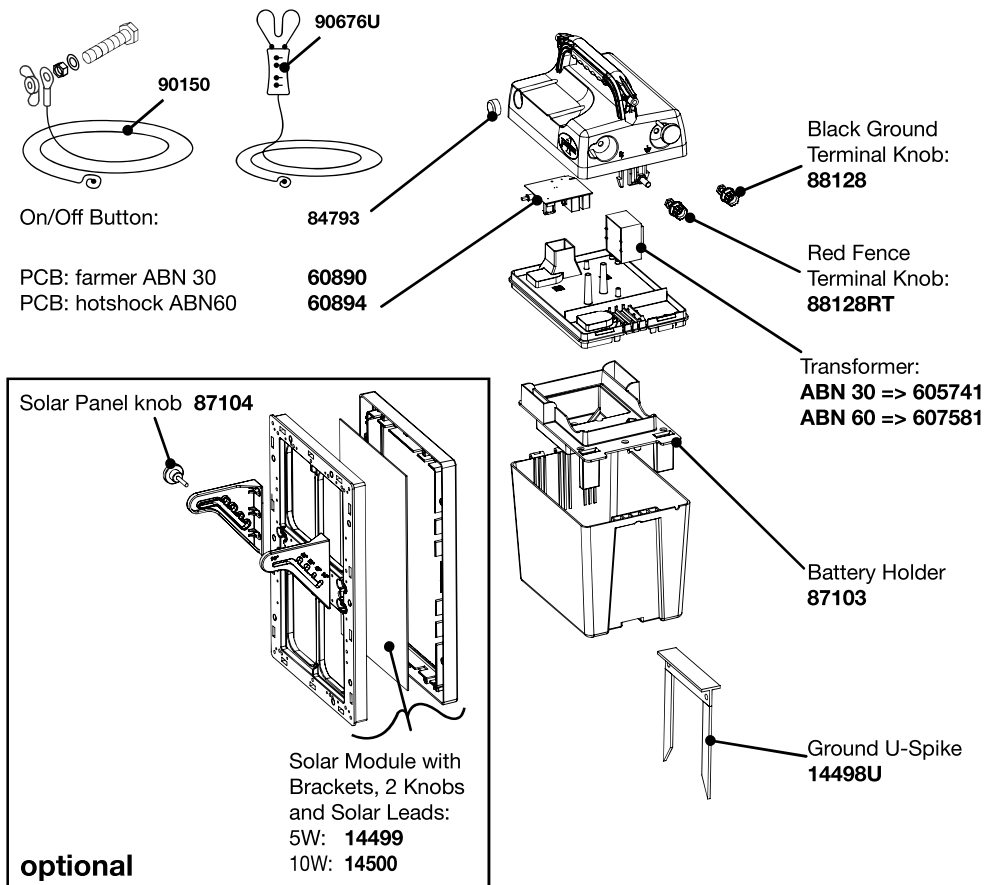

Fig. 2a
⚡-C Anvend til drift med 230 V eller 100-120 V-net udelukkende netdelen 47PSU0010EU/UK, som det er angivet på mellemladen i apparatet! Efter nogle sekunder høres en jævn tikkende lyd, som indikerer at apparatet er i gang. Hegnspændingsindikatoren (s.34/FIG.2a/ ①) lyser i rytmen af de elektriske impulser. Med netdelen kan et tilsluttet 12V-batteri let oplades parallelt. Hvis 230V-forsyningen svigter, fødes apparatet via batteriet. Ved drift med netdelen skal 9 V-tør-batteriet klemmes af. Ved drift med en netdel, kan solcellen ikke anvendes samtidig.
Om een diepontlading te voorkomen, moet u de accu uiterlijk laden, wanneer deze voor 80 % leeg is (nog slechts 20% laadvermogen. De accuaanduiding (pag.34/ FIG.2a **①**) licht op:
Gebruik voor het bedrijf op 230V netspanning uitsluitend de netadapter 47PSU0010EU/UK zoals dit op de tussenplaat in het apparaat staat aangegeven! Na enkele seconden hoort u een gelijkmatig tikken; het apparaat is in gebruik. De hekwerkspanningsaanduiding (pag. 14/FIG.2a / **①**) licht op volgens het ritme van de elektrische impulsen. Met de netadapter kan een aangesloten 12V-accu in